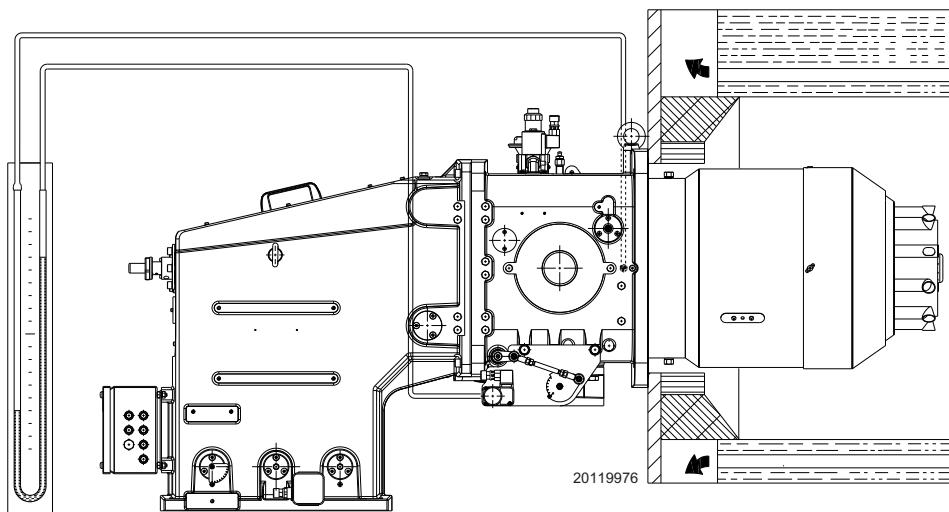

图 23
- 安装一个 U 型压力表或微压力表（图 23），插座的 (+) 端为管路接口的燃气压力，(-) 端在炉膛内。压力表读数，用以计算燃烧器的最大出力。
燃气到达燃烧头处时会显示在 U 形压力表（图 23）上或管接头下方压力测试点处的数字压力表上。